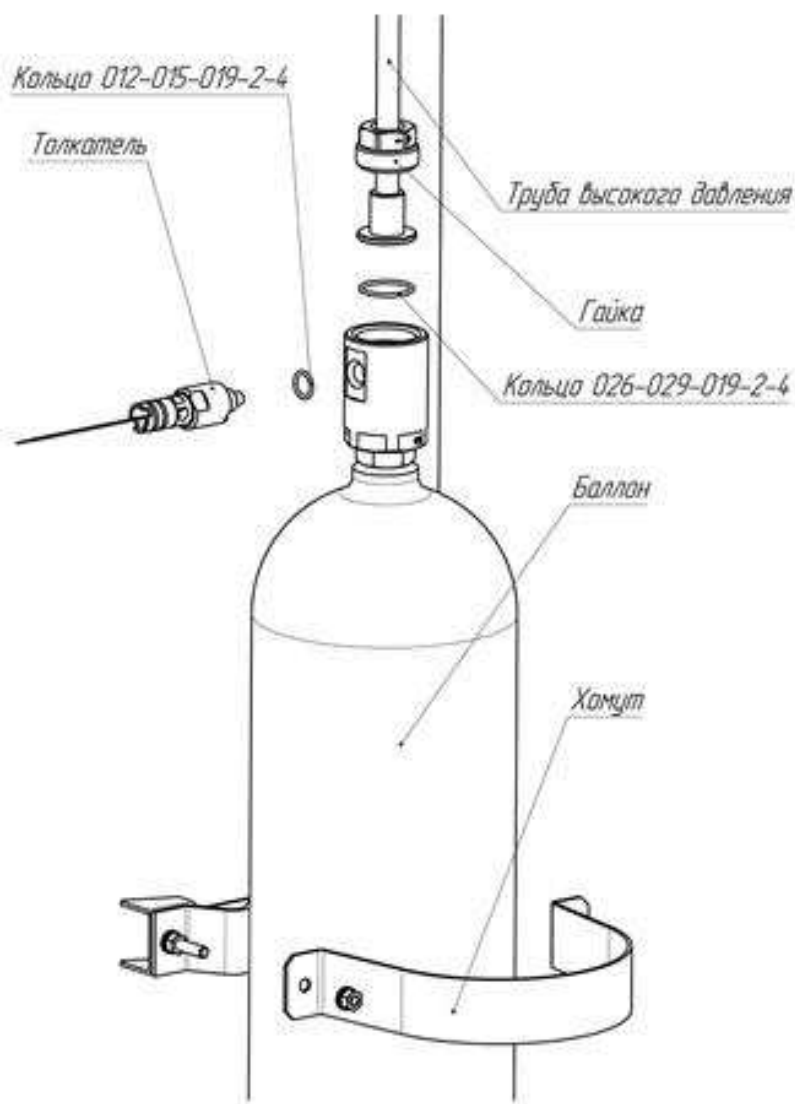

Рис.3. Порядок демонтажа баллона БРГ-10-10(У).
*Примечание. Порядок разборки БРГ-10-10(У) показан на рис.3..*
Для взвешивания баллона БРГ-10-10(У) с ЗПУ БРГ, без трубы высокого давления необходимо проделать следующие операции (см.рис.3):